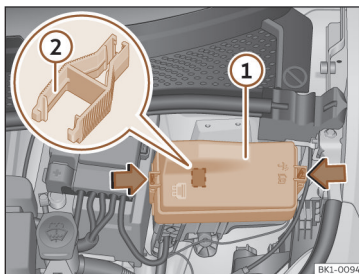

Fig. 193 No compartimento dianteiro: tampa da caixa de fusíveis.
- Pressione as patilhas de bloqueio para desbloquear a tampa da caixa de fusíveis >>> **Fig. 193** ①.
Na caixa de fusíveis pode haver umas pinças de plástico para extrair fusíveis >>> **Fig. 193** ②.